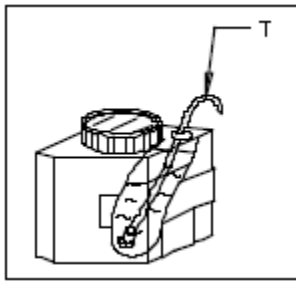

Рис.11
- Контролируйте и поддерживайте уровень ополаскивающего средства в баке и трубке (Т) при погруженном фильтре (рис. 11)